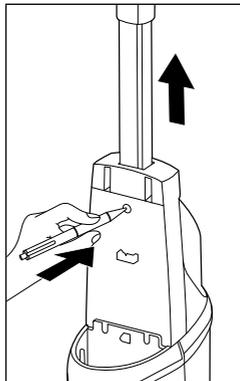

Fig. 2
- ▶ Dacă doriți să îndepărtați din nou unitatea manuală **1** din aparat, trebuie mai întâi să îndepărtați rezervorul de apă curată **11** din aparat pentru a ajunge la lăcașul unității manuale **1** (a se vedea capitolul **Umplerea rezervorului de apă curată**). Când ați îndepărtat rezervorul de apă curată **11**, împingeți lăcașul unității manuale **1** din orificiul lăcașului cu un obiect ascuțit. Apoi puteți să trageți din nou unitatea manuală **1** din aparat (a se vedea fig. 2).